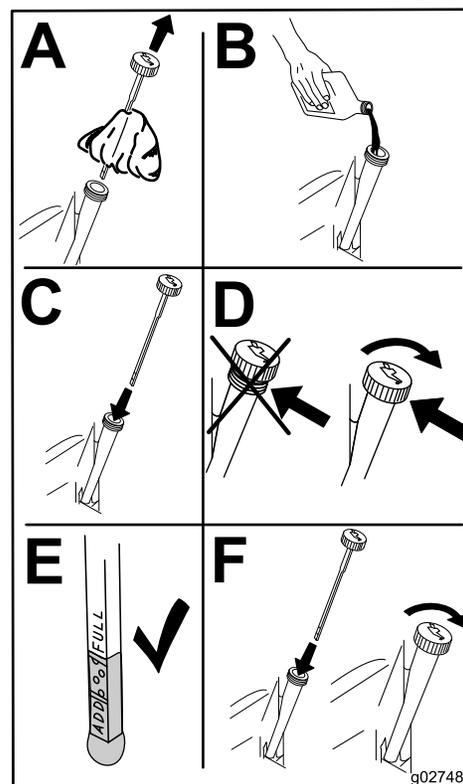

Рисунок 22
4. Медленно залейте примерно 80% указанного количества масла в маслозаливную горловину (Рисунок 22).
5. Подождите 3–5 минут, пока уровень масла не установится, прежде чем проверять его (Рисунок 22).